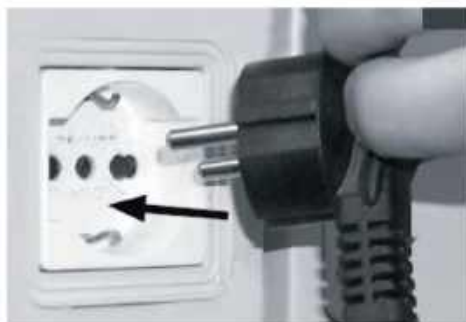
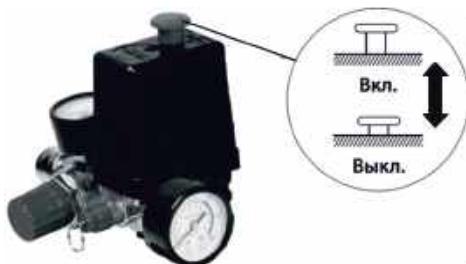
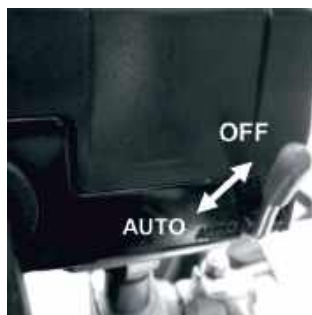

Рис. 6
Рис. 7
Рис. 8
2. Подключите вилку электрокабеля питания в соответствующую розетку, имеющую контакты заземления (рис. 6), предварительно проверив, что выключатель реле давления 2 (рис. 7, рис. 8) находится в положении выключено «0» [OFF].
3. Включите компрессор. Для моделей NAC1200/9-PRO и NAC1500/24-PRO потяните вверх выключатель реле давления в положение Вкл. (рис. 7).
Для моделей NAC2200/50-PRO и NAC4000/100-PRO переведите рычаг выключателя реле давления в положение «Auto» [Рис. 8].